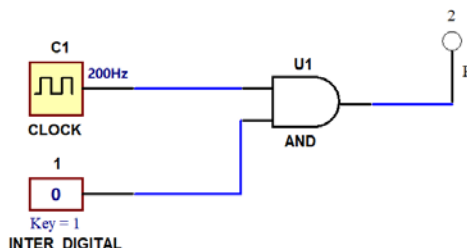

图 1-4：使用网络连接器件的管脚
7. 将各个器件的所有管脚使用网络完成连接后，如图 1-4 所示。